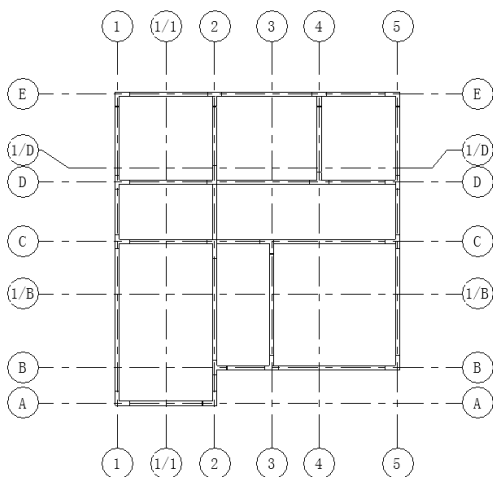

图 6-47 绘制“180×600mm”梁
(1) 在“项目浏览器中”双击“结构平面”节点下的“2F”，将视图切换到 2F 结构平面视图。
(2) 单击“结构”选项卡“结构”面板“梁”按钮，在“属性”选项板中选择“混凝土 - 矩形梁 180×600mm”类型，在如图 6-47 所示的位置绘制“180×600mm”梁。